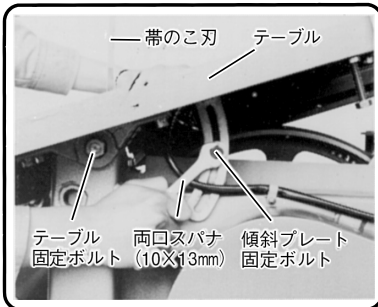

図 25
- (2) 付属の両口スパナ(10×13mm)で傾斜プレート固定ボルトをゆるめます。(図25)
- (3) 付属の両口スパナ(17×19mm)でテーブル固定ボルトをゆるめ、傾斜挽きの角度にテーブルを傾けてテーブル固定ボルトを固定します。(図25) テーブルの傾斜調整は0～45°までできます。
- (4) 傾斜挽き作業中、テーブルの傾斜角度が変わらないよう傾斜プレート固定ボルトでテーブルを固定します。